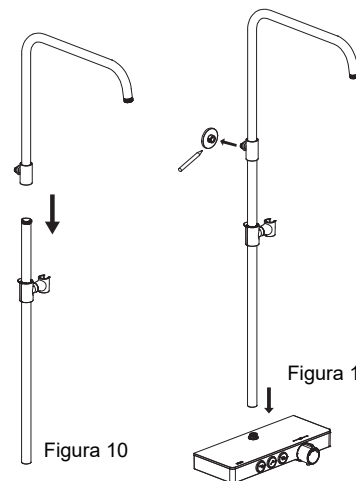
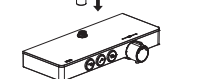

Figura 10
Figura 11
- Collegare il tubo del braccio sopraelevato alla guida di raccordo (Figura 10). Collegare la barra di raccordo alla barra termostatica della doccia e segnare la posizione del connettore del tubo sulla parete (Figura 11).